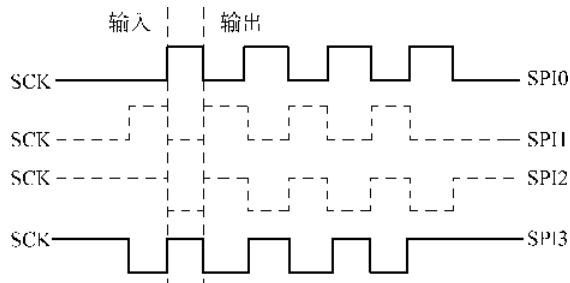

图3-11 SPI总线的4种工作方式
(1) SPI 主要特点有以下几点。
- ① 可以同时发出和接收串行数据。
- ② 可以当作主机或从机工作。
- ③ 提供频率可编程时钟。
- ④ 能发送结束中断标志。
- ⑤ 可以写冲突保护。
- ⑥ 有总线竞争保护。
(2) SPI总线接口及时序。图3-11所示为SPI总线工作的4种方式,其中使用最为广泛的是SPI0和SPI3方式(实线表示)。